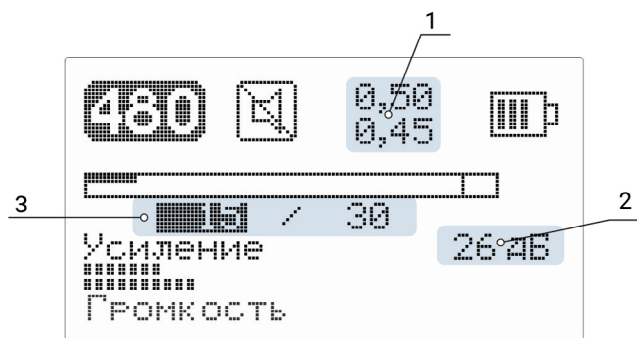

Рисунок 5 – Вид основного экрана режима «MF»
4.6.4. На каналах «480», «1К» и «10К» возможна работа со сменой частот (экран меню, строка «Режим MF»). Вход в режим п. 4.6.5.4. Вид основного экрана режима — Рис. 5.
Линейная шкала уровня сигнала разделена по горизонтали. На верхней и нижней половинах шкалы попеременно, синхронно с переключением частот, отображается уровень сигнала текущей частоты. Цифровая индикация уровня сигнала для каждой частоты (позиция 3, Рис. 5) происходит попеременно, синхронно с переключением частот.
Два числа (позиция 1, Рис. 5) показывают отношение уровня сигнала нижней частоты к уровню сигнала верхней. Верхнее число — отношение в текущем цикле смены частот, нижнее — в предыдущем.
Краткое нажатие на левый энкодер приводит к его переключению в режим регулировки усиления на нижней частоте. Соответственно в позиции 1 Рис. 5 появляется индикация этого режима. В позиции 3 Рис. 5 появляется динамическая числовая индикация уровня сигнала текущей частоты. В позиции 2 Рис. 5 отражается индикация установленного усиления на текущей частоте.